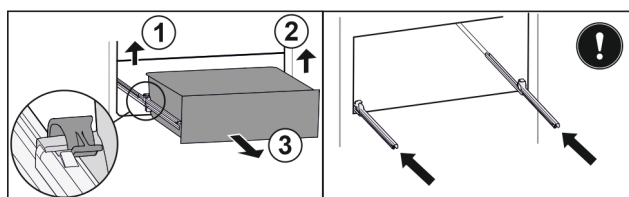

Fig. 155
- ▶ Zvedněte levou svorku a současně vytáhněte zásuvku vlevo dopředu. Fig. 155 (1)
- ▶ Zvedněte pravou svorku a současně vytáhněte zásuvku vpravo dopředu. Fig. 155 (2)
- ▶ Vyjměte zásuvku dopředu. Fig. 155 (3)